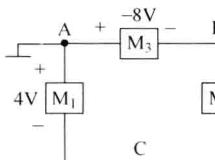

图 1-1-9
【解】 (1) 以 A 为参考点，如图 1-1-9 所示，则 $V_A=0$